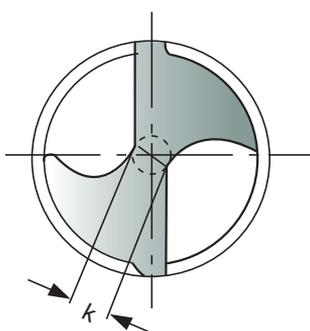
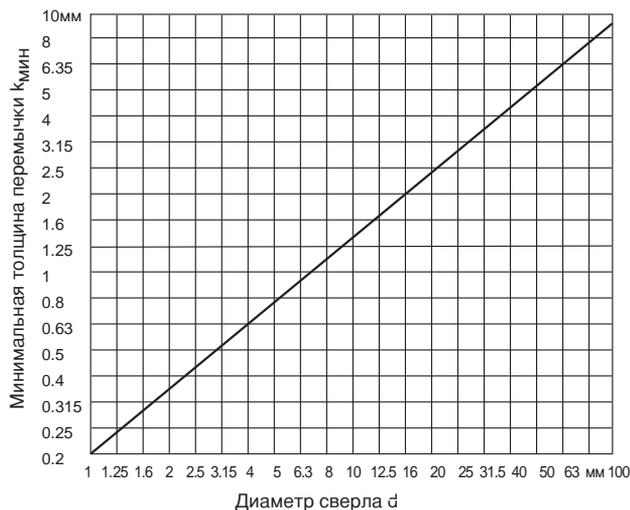

Рис. 1. Толщина перемычки  $k$
Рис.2. Толщина перемычки  $k_{\text{мин}}$
**Испытательное значение:** Толщина перемычки (Рис. 1) не должна быть меньше минимального значения  $k_{\text{мин}}$ , как указано на Рис. 2.